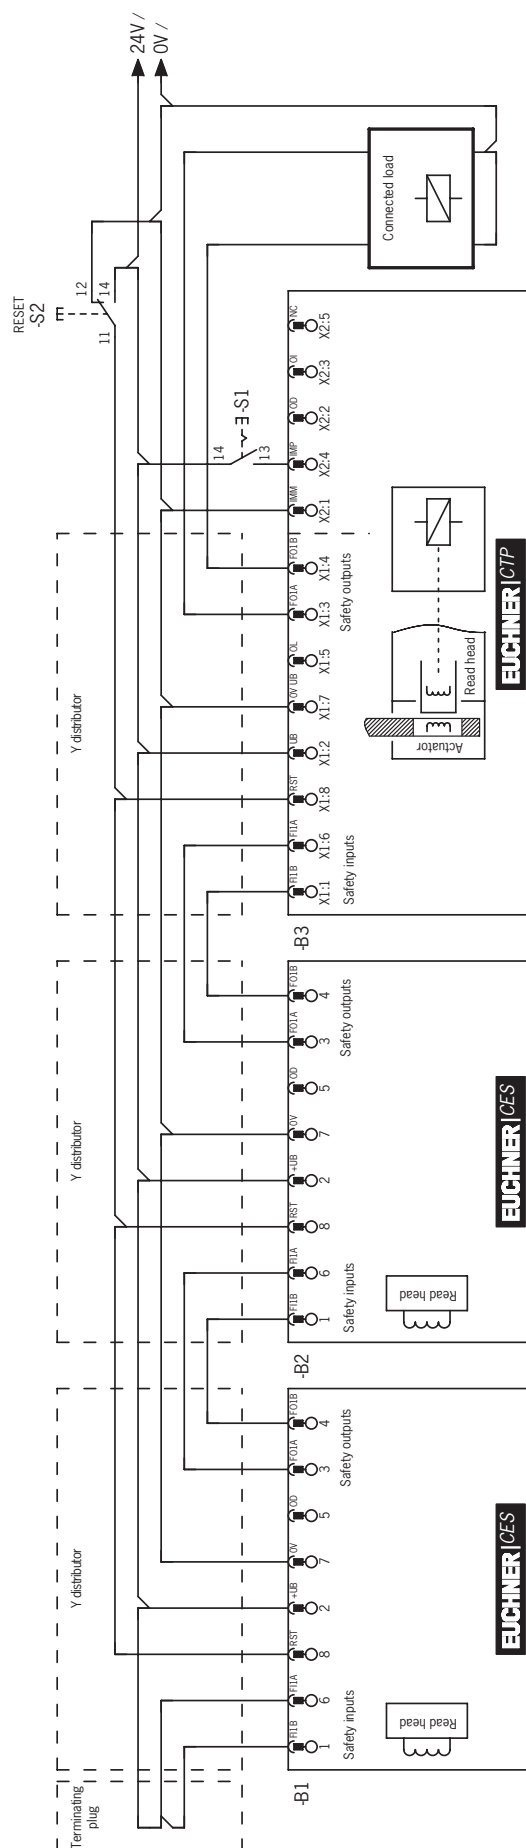

図 5: CES-AR スイッチ・チェーン内における操作の接続例
- ▶ チェーン内のすべてのスイッチには共通の信号を使用してください。これには、切替スイッチまたは制御システムの出力のいずれかが考えられます。操作中、リセットは常に GND へ接続されているため、押しボタンは適していません (図 5 (P25) のスイッチ S2 を参照)。
これを可能にするためには、RST 入力 (図 5 (P25)) で示すように接続しなければなりません。